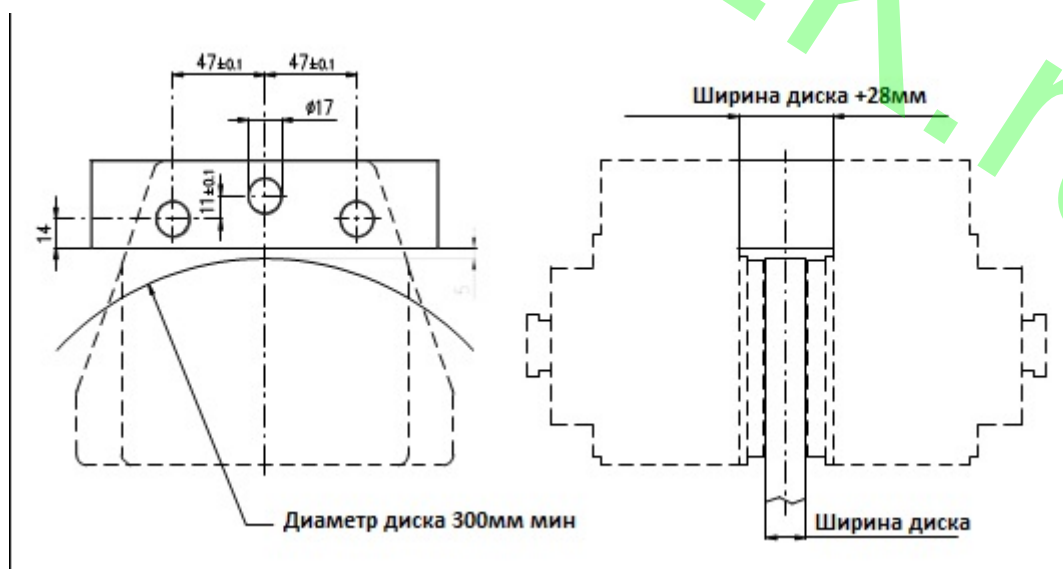

Рисунок 1
1. Тормоз ID 800N должен быть установлен на кронштейне, имеющем ту же ширину, что и диск + 28 мм (Рисунок 1). Тормоз должен быть закреплен с помощью трех винтов M16 класса 12.9 с моментом затяжки 340 Нм. Неподвижная часть машины, на которую крепится тормоз, должна выдерживать тангенциальную силу в 14300 Н (ID 800N-13 код. A3827) или 8800 Н (ID 800N-8 код. A3830).